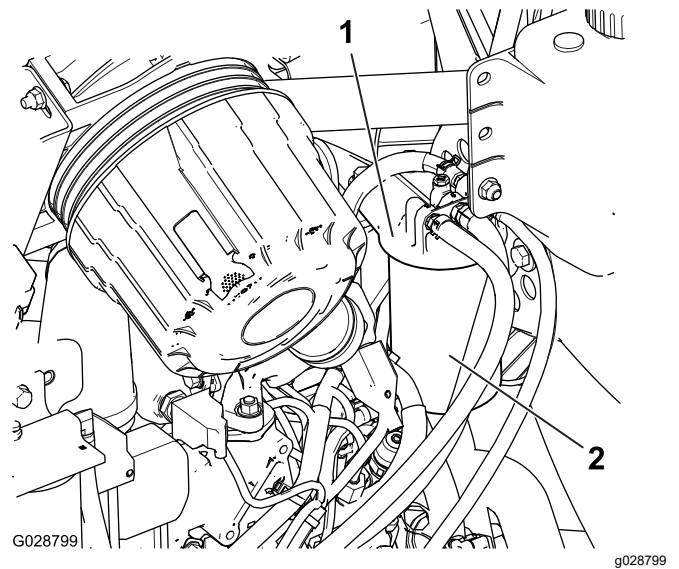

图 49
2. 拆下滤清器并清洁滤清器头安装面图 49。
1. 清理燃油滤清器头附近的区域图 49。